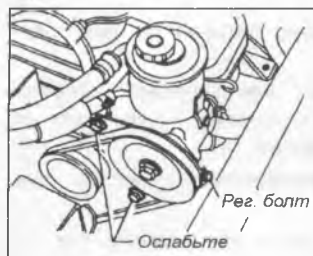

Рис. 239
2. Поверните регулировочный болт против часовой стрелки и ослабьте ремень привода насоса (Рис.239).